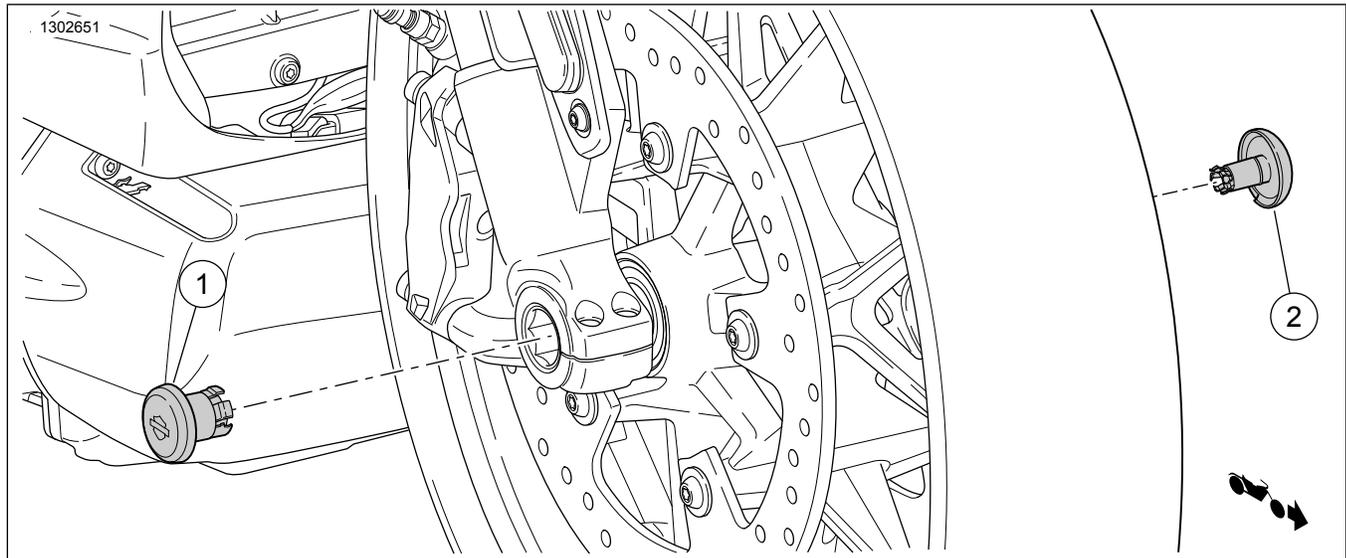

Figure 1. Contenu du kit : Chapeaux d'axe :
1. Voir Figure 1 . Ouvert Équipement d'origine (Équipement d'origine) couvre-essieu (1,2).
1. Voir Figure 1 . Installez un **nouveau** couvre-essieu latéral gauche (hexagonal) (1).
2. Voir Figure 1 . Installez un **nouveau** couvre-essieu latéral droit (circulaire) (2).